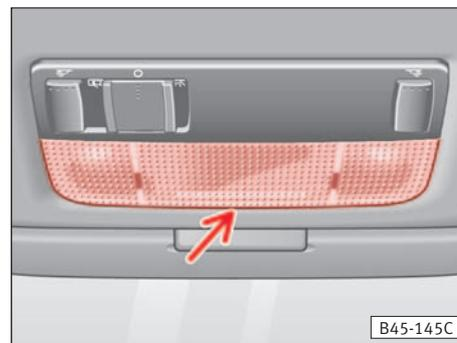

Fig. 165
- Togliere il diffusore: inserire la lama piatta del cacciavite od oggetto simile nella fessura tra lampada e rivestimento del tetto (freccia ⇒ fig. 165) e toglierlo facendo leva con cautela.